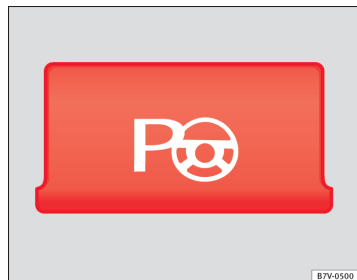

Fig. 145 Billede af midterkonsollen: knap til manuel aktivering af parkeringsassistenten
- **I parkeringsbåse parallelt med kørebanen:** Tryk **en gang** på knappen ved en hastighed på op til 50 km/h. Der lyser en kontrollampe i knappen, når funktionen er aktiveret ⇒ Fig. 145.
- **I parkeringsbåse på tværs af kørebanen:** Tryk **to gange** på knappen ved en hastighed på op til 50 km/h. Der lyser en kontrollampe i knappen, når funktionen er aktiveret ⇒ Fig. 145.
- Tryk på knappen . Der lyser en kontrollampe i knappen, når funktionen er aktiveret ⇒ Fig. 145.